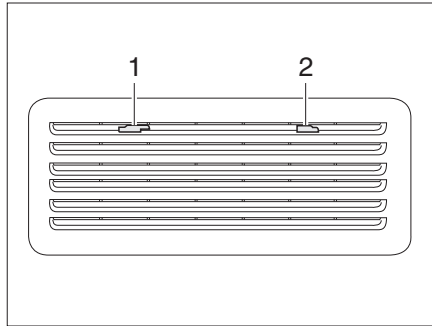
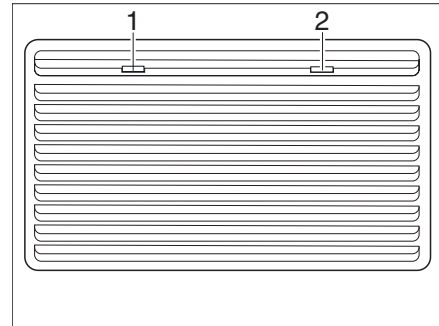

Fig. 131 Griglia di aerazione del frigorifero (Thetford piccolo)
Fig. 132 Griglia di aerazione del frigorifero (Thetford grande)
- Spingere gli arresti (Fig. 131,1 e 2 o Fig. 132,1 e 2) verso il centro.